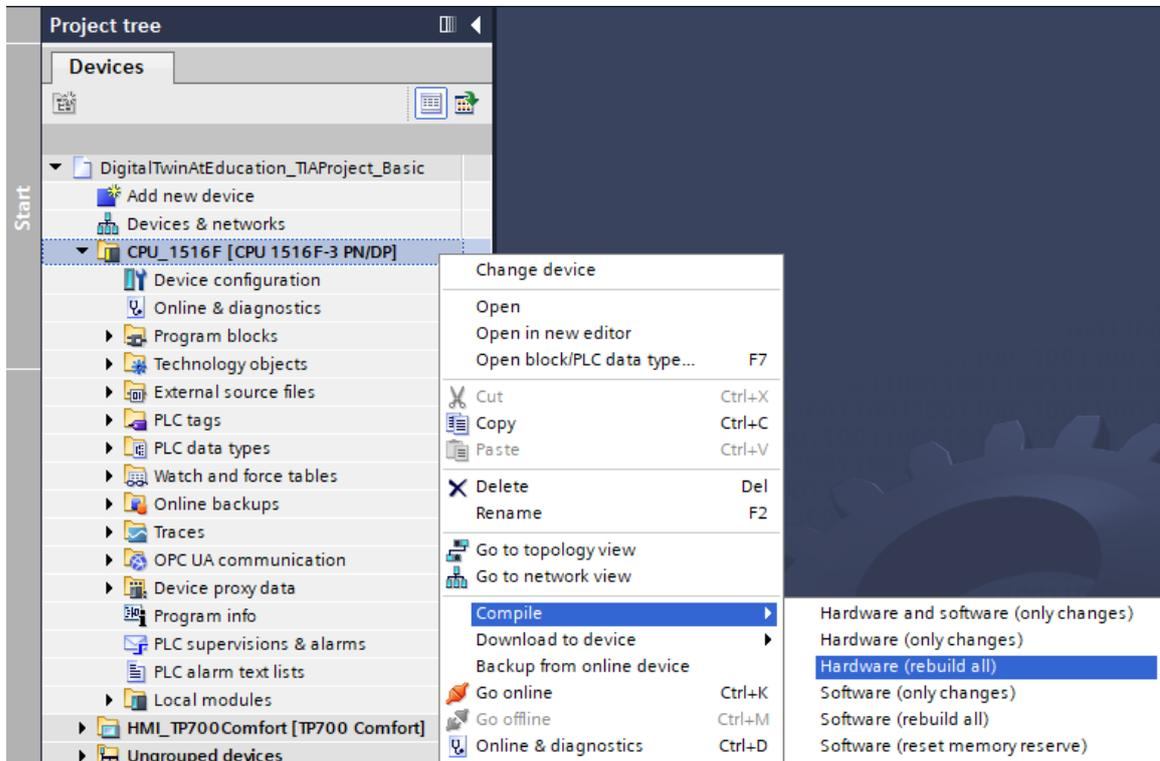

图 8：编译 TIA 项目中的整个硬件配置
- 在项目导航中选择 CPU “CPU\_1516F” 并右键单击。在出现的下拉菜单中会看到子项“编译”。此处有几个选项。如图 8 所示，从编译硬件配置开始。（→ 项目导航 → 选择 “CPU\_1516F” → 右键单击 → 编译 → 硬件（完整编译））